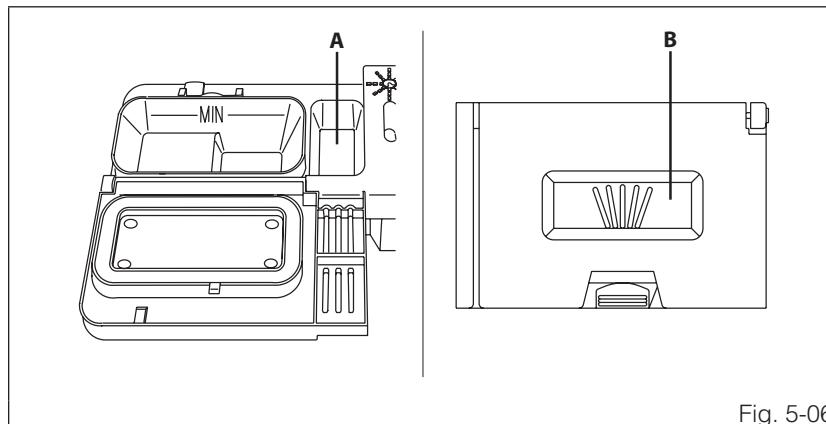

Fig. 5-06
- Quand on sélectionne un programme avec le pré lavage à chaud (lire le tableau programmes reporté dans le manuel "Description des commandes"), ajouter une quantité supplémentaire de produit de lavage dans la cavité (réf. A ou B fig. 5-06, selon les modèles).